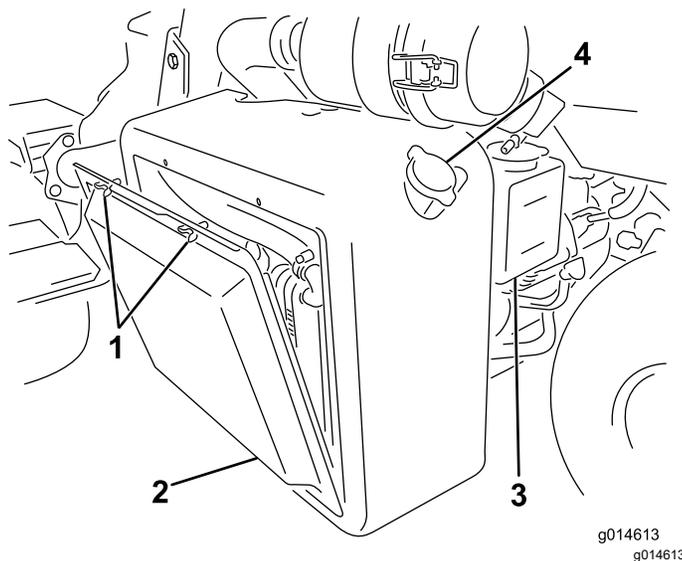
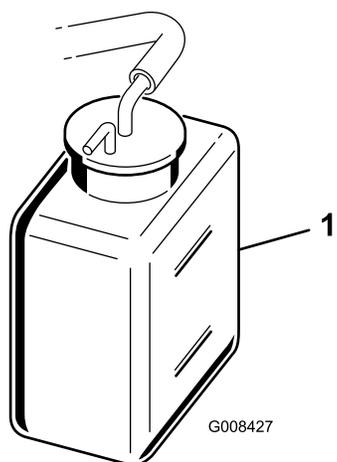

図 46
図 47
1. ラジエーターのスクリーンを外す 図 46。
2. 冷却液の量を点検する 図 46と 図 47。